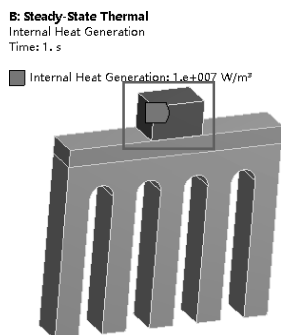

图 3-13 施加热生成
(3) 为晶体管施加全功率热生成：在标准工具栏中单击  选择晶体管，然后在环境工具栏中单击【Heat】→【Internal Heat Generation】，单击【Internal Heat Generation】→【Details of “Internal Heat Generation”】→【Definition】→【Magnitude】= $1\text{e}7\text{W/m}^3$ ，其他默认，如图 3-13 所示。